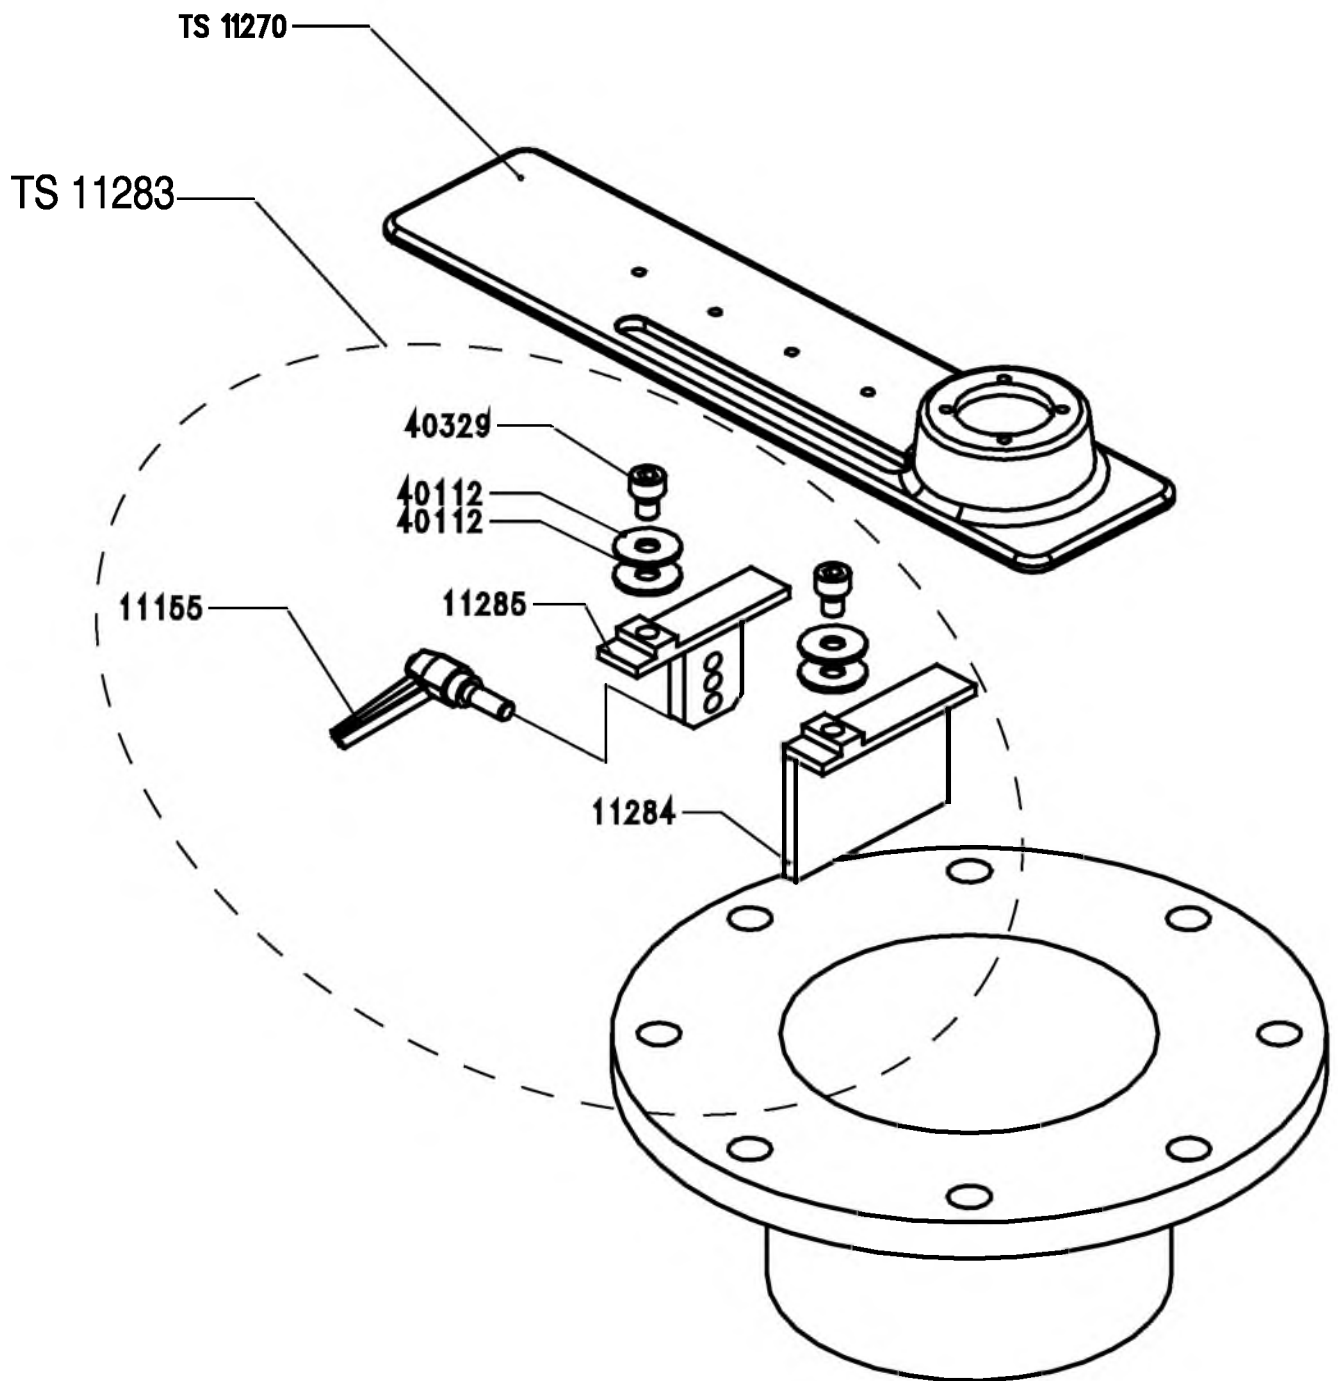

Рисунок 11-8: фиксатор на трубу
- Рисунок 11-8: фиксатор на трубу